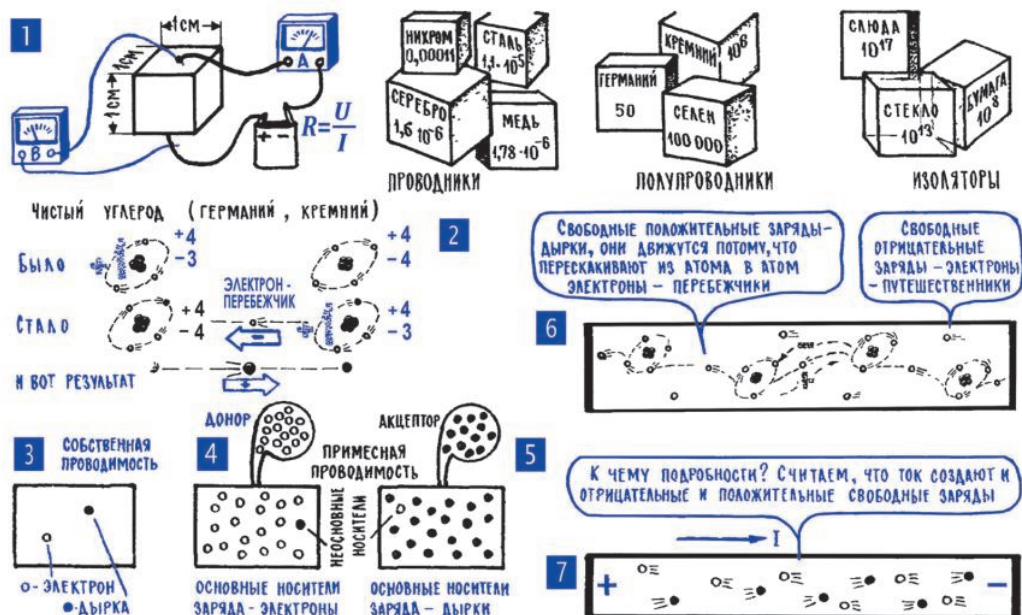

Рис. 9.2. Полупроводники
**5. Германий и кремний – полупроводники, в которых имеются свободные электроны и свободные положительные заряды (дырки).** Электрические свойства того или иного материала часто оценивают так: вырезают из этого материала кубик со стороной 1 см и измеряют его электрическое сопротивление (рис. 9.2; 1). Эту величину называют удельным сопротивлением (гл. 4; 5), единица его измерения – Ом/см (здесь отражено то, что сторона кубика 1 см). Удельное сопротивление нихрома, одного из самых скверных проводников, – 0,00011 Ом/см (отличного проводника серебра – почти в сто раз меньше). А удельное сопротивление бумаги, одного из самых скверных изоляторов, – примерно 100 000 000 Ом/см (отличного изо-
Выскачив на свободу, электрон превратил свой до этого нейтральный атом в положительный ион (рис. 9.2; 2) – раз в атоме не хватает электрона, значит, его суммарный положительный заряд больше отрицательного (гл. 2; 9). Такой атом сдвинуться с места не может, он прочно закреплен в кристаллической решетке. И долго, казалось бы, должен стоять на месте этот одинокий положительный ион, дожидаясь, пока какой-нибудь электрон-путешественник случайно наткнется на пустующее место во внешней орбите, вернет атом в состояние электрического равновесия.
Положительный заряд атома, который появляется из-за того, что на внешней орбите не хватает электрона, называют «дыркой». В полупроводниках дырки ведут себя подобно свободным электронам – они хаотически перемещаются по кристаллу, а под действием приложенного напряжения сразу же включаются в электрический ток, упорядоченно смещаются, но уже, конечно, от «плюса» к «минусу» (рис. 9.2; 2, 6). Как принято говорить, дырки создают в полупроводнике *p*-проводимость (*p* – первая буква слова *positivus*, положительный; этим подчеркивается, что ток создают свободные положительные заряды, дырки).